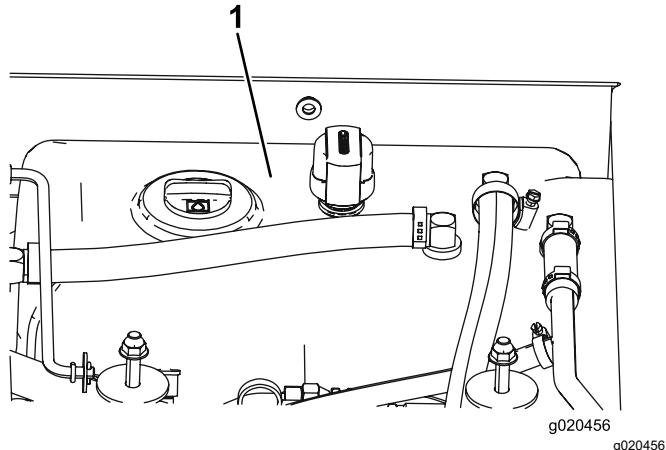

Figura 79
- Llene el depósito (Figura 79) con fluido hidráulico; consulte Especificación del fluido hidráulico \(página 67\).